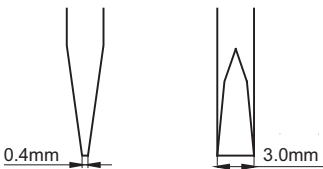

图 2
接线时，请使用如图2所示的螺丝刀。
- 导线螺丝刀的插入位置及螺丝刀插入方向如图2所示。
将继电器插座防脱卡簧呈现于打开状态(详见图1)，将继电器对准插座主体型腔(详见图2)。然后逆时针扳动防脱卡扣，同时轻轻下压继电器，直至继电器完全装入插座(详见图3)。